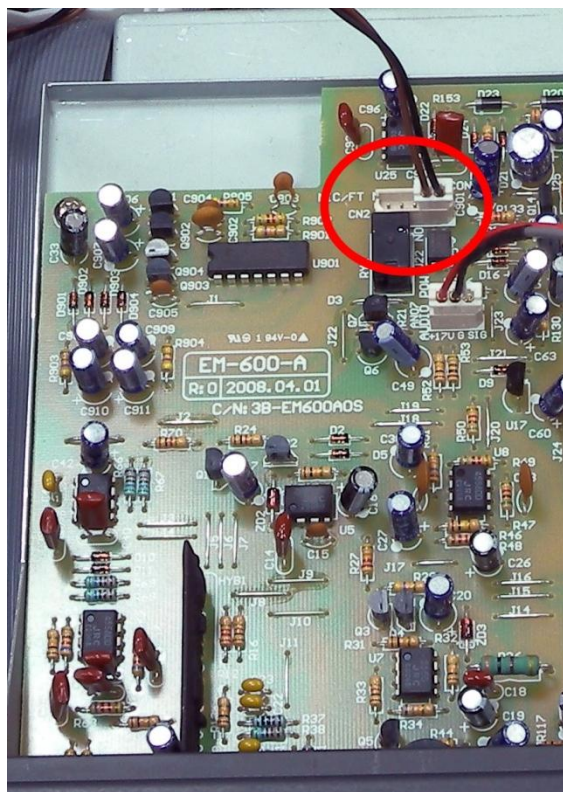
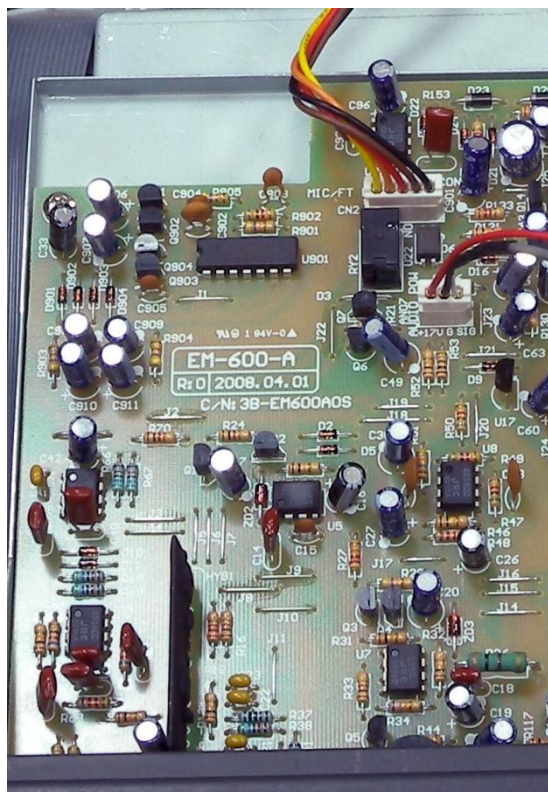

Рисунок 2
Рисунок 3
Примечание: В качестве тревожного входа можно использовать внутреннее управление тревогой усилителя (вход MESSAGE FIRST PRIORITY усилителя) – черно-коричневый провод внутри усилителя см. рис. 2. Или выносную панель из комплекта с SEM-600 (вход EM (19)) – специальный шлейф см. рис. 3.